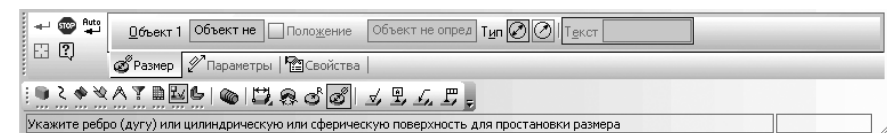

Рис. 3.139. Панель свойств: Диаметральный размер, Компактная панель
- щелкните в **Компактной панели** в режиме создания модели по кнопке переключателю  **Элементы оформления**, а затем в появившейся панели инструментов по кнопке  **Диаметральный размер**. Появится **Панель свойств: Диаметральный размер** рис. 3.139. В строке сообщений появится подсказка: **Укажите ребро (дугу) или цилиндрическую или сферическую поверхность для простановки размера**;